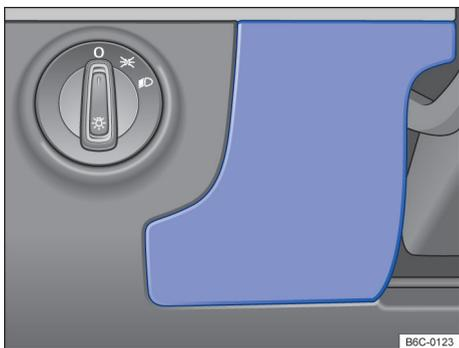

Fig. 170 No lado do condutor do painel de instrumentos: cobertura da caixa de fusíveis.
- Segurar a cobertura da caixa de fusíveis → Fig. 170 e puxar para frente.